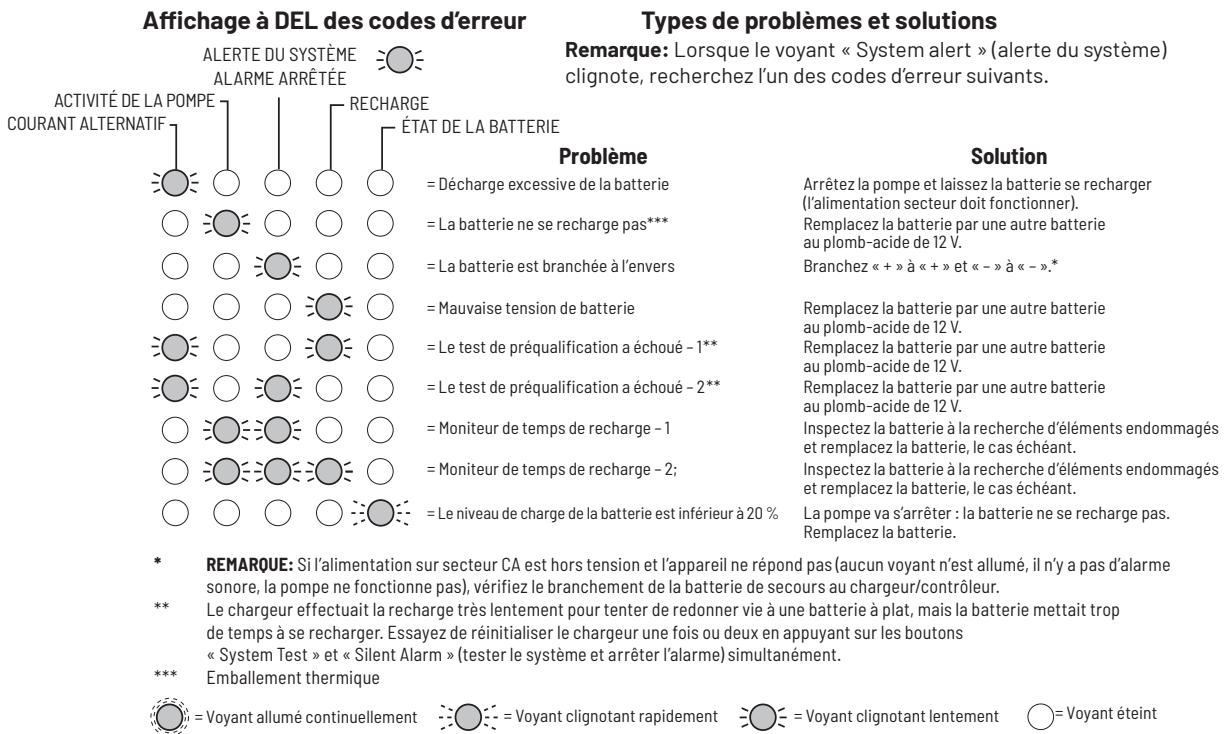

Figure 7 : Affichage de codes d'erreur (voyants clignotants)
- ◆ Lorsque le témoin lumineux « System Alert » (alerte du système) CLIGNOTE, reportez-vous à la figure 7.